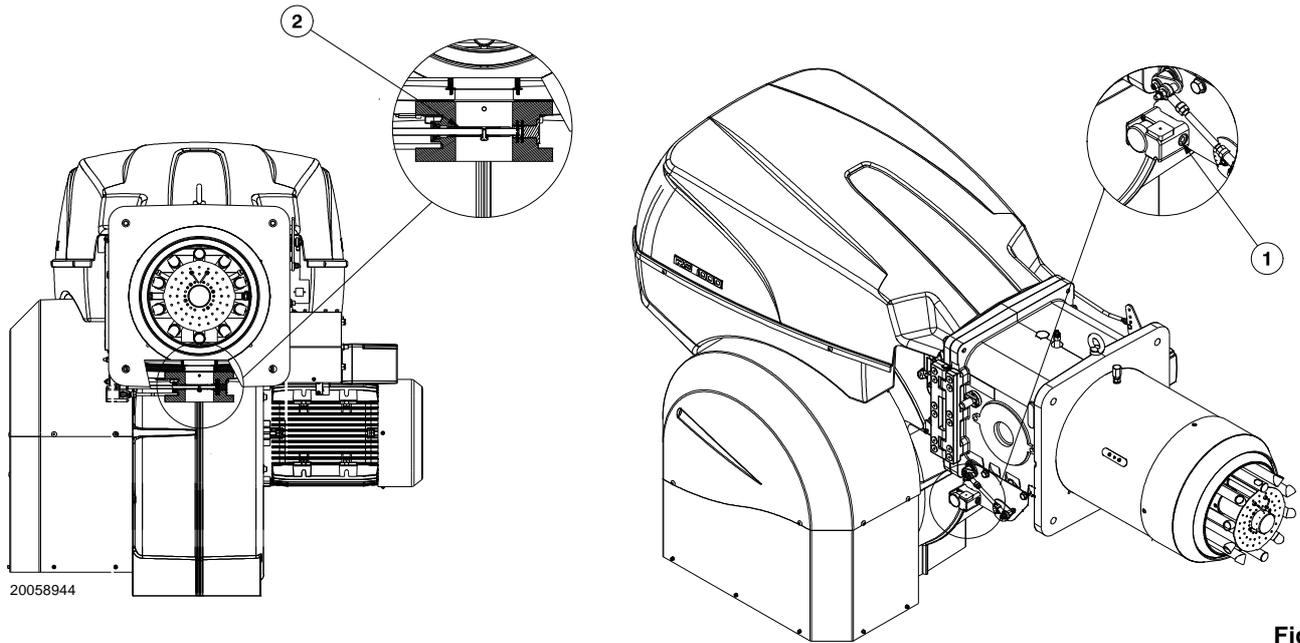

Fig. 22
Pression gaz mesurée à la prise 1)(Fig. 22), avec:
Perte de charge du papillon gaz 2) (Fig. 22) avec ouverture maximale: 90°.
- soustraire de la pression du gaz à la prise 1) (Fig. 22) la pression de la chambre de combustion.
Pression de gaz à la prise 1 (Fig. 22) = 41,9 mbar
Pour connaître par contre la pression de gaz nécessaire à la prise 1 (Fig. 22), après avoir défini la puissance de modulation maximale à laquelle on désire faire fonctionner le brûleur:
- Lire sur la droite, colonne 1, la pression à la prise 1 (Fig. 22).
Pression nécessaire à la prise 1 (Fig. 22).